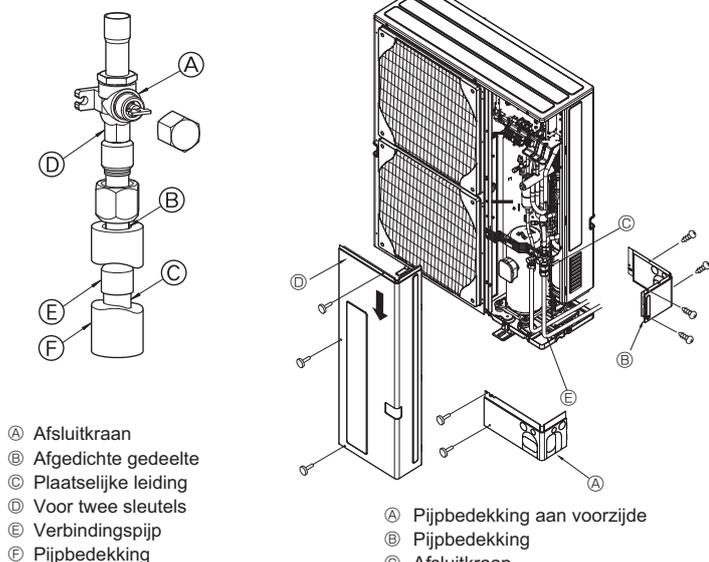

Fig. 4-3
- Gebruik de volgende procedure voor het aansluiten van de pijpen aan de gaszijde. (Fig. 4-3) (SHW230)